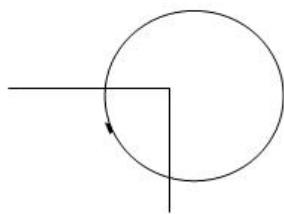

图 18 拐弯处探查示意图
(4) 城市煤气管道的支管进入居民楼呈立管状，很难进入各家各户探查，经调压人户后，一般均由未防腐的裸金属管或塑料管接入煤气灶、热水器等燃烧设施，某些家用电器也需接地，有些居民图方便省事，就将家用电器接地线接在煤气管道上。例如：热水器的外壳是金属的，燃气管道和自来水管道均有金属软管保护，燃气管道和自来水管道就通过热水器的金属外壳实行了金属电性连接。在底层楼房的立管处，将探头位置与燃气管道呈 90° 角，靠近管道时，如有明显信号变大，就可判断上层楼房的管道有与其他管道或电器接地形成了金属性的电性连接，此外，阴极保护电缆与管道的连接点，牺牲阳极保护的阳极地床处，未防腐管道阀门连接处，凝水缸等地方有可能也会泄漏电流，这些问题的存在会影响阴极保护的效果，也应查出一并处理。
(5) 在管道支线的末端，由于发射信号的分流以及管道已经悬空，发射信号不能与大地构成回路等情况，使得接收机的信号很弱或根本收不到信号，此类情况可将发射机移到庭院管网的末端，重新接线，目标管线的信号就非常强。
(6) 单井井架周围发射机盲区，采用双管流程注水采油工艺的管道上探测，探到有两根或两根以上管道时，应将信号强度与埋深结合起来，确定目标管线。以最大法探测为例，在干沙地中，磁场强度的衰耗，探头每提高 1m，表头显示值相当于减少 400mV 左右的电位梯度。在空气中传播与干沙地中传播没有多大变化。同时在探测前进时还要边走边转动探头角度，防止探到某处时，探头正巧与管线走向平行，收不到信号。在上述地区探查时，发射机的功率和接收机的灵敏度也不能随便变动，否则显示的数值就没有可比性。
(7) 管线拐弯处的探测：当用常规方法向前探测，收不到信号时，回走五步做环形探测，即可找到拐弯管线。也可采用一步一扫法，见图 18。